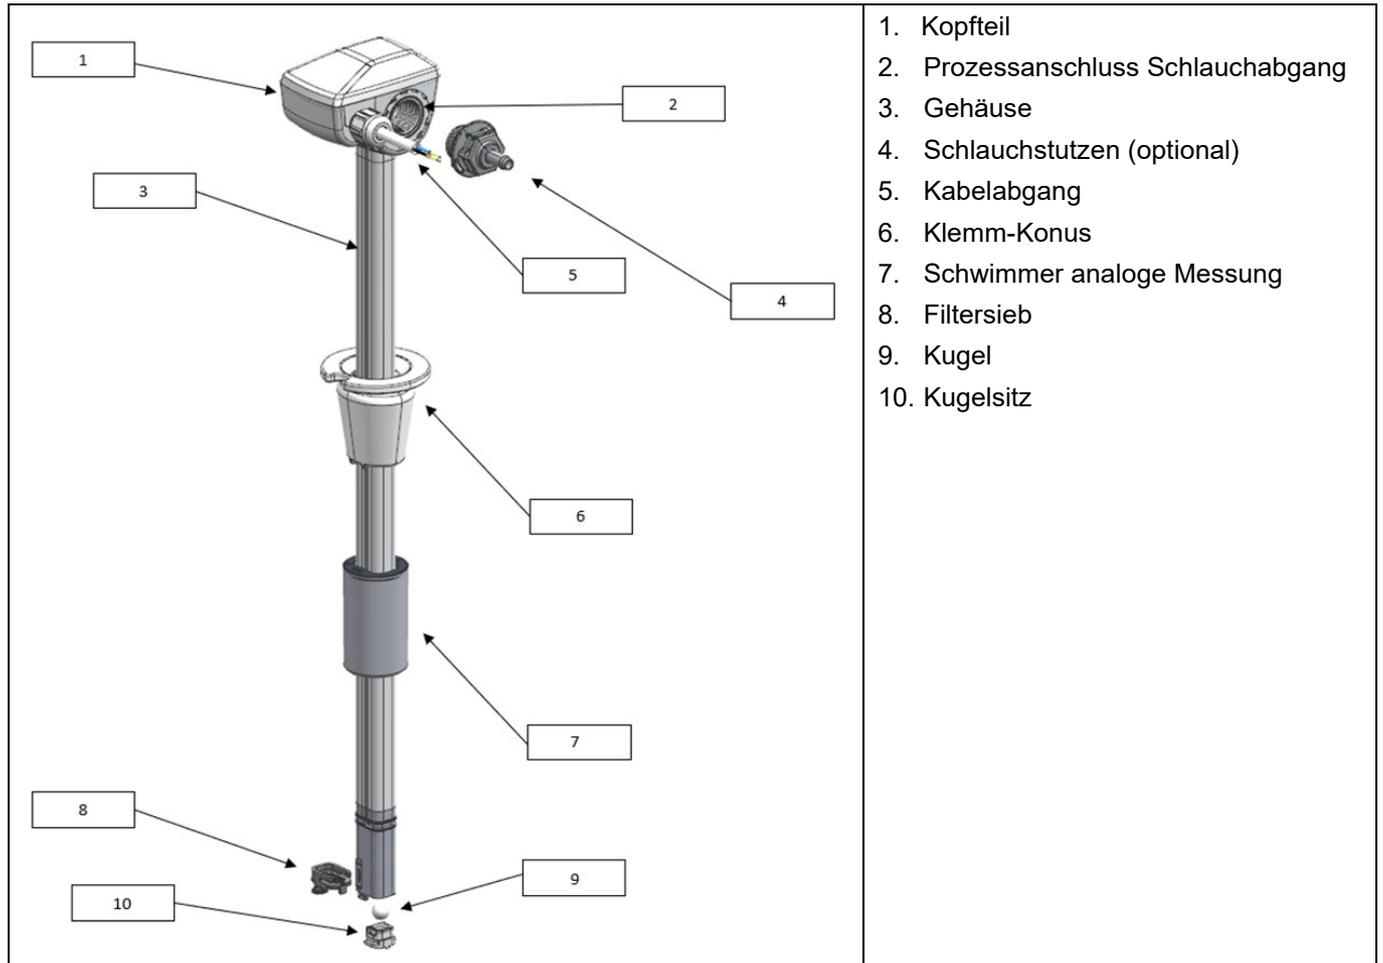

Abbildung 5
Der Schwimmer (Abbildung 4, Pos 7 und Pos 8 sowie Abbildung 5, Pos 7) mit integriertem Magneten bewegt sich in Abhängigkeit des Füllstandes auf und ab. Dadurch wird ein Reed-Schalter betätigt. Je nach Schaltfunktion des Reed-Schalters erfolgt das Signal bei steigendem oder fallendem Niveau.
eloLance SL2R Varianten verfügen über eine kontinuierliche Füllstandsmessung mit einem erweiterten Messbereich, der mittels Schwimmer (Abbildung 5, Pos 7) und Reed-Raster erfasst wird.
Durch das integrierte Filtersieb (Abbildung 4, Pos 9 und Abbildung 5, Pos 8) wird sichergestellt, dass die eloLance und das angegliederte System vor groben Fremdkörpern und Verunreinigungen geschützt werden.
Die Auslaufbremse besteht aus einer frei beweglichen Kugel (Abbildung 4, Pos 11 und Abbildung 5, Pos 9) und dem Kugelsitz (Abbildung 4, Pos 12 und Abbildung 5, Pos 10). Die Auslaufbremse verhindert ein Auslaufen größerer Mengen nach Entnahme der eloLance aus dem Behälter.
Die eloLance wird am Kopfteil mittels Schlauchstutzen (Abbildung 4 und Abbildung 5, Pos 4) mit einem Schlauch (nicht im Lieferumfang) und dem nachgelagerten System (z. B. Dosierpumpe) verbunden.
- ▶ Schlauchstutzen (Abbildung 4 und Abbildung 5, Pos 4) in das G3/8“ Gewinde einsetzen. Anzugsmoment 3,4 Nm \pm 0,3 Nm einhalten, damit die Dichtigkeit gewährleistet ist.
- ▶ eloLance am Kopfteil (Abbildung 4 und Abbildung 5, Pos 1) festhalten und Behälterdeckel mit dem Behältergewinde fest verschrauben.
- ▶ eloLance am Kopfteil (Abbildung 4 und Abbildung 5, Pos 1) festhalten und in die gewünschte Position schieben (Höhenverstellung).